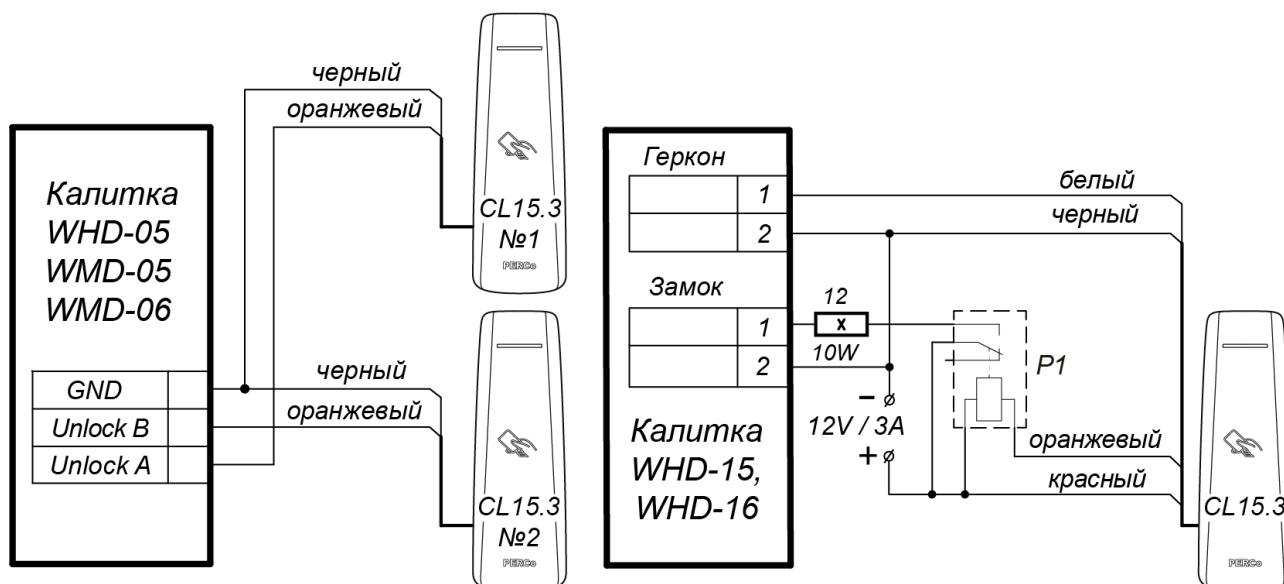

Рисунок 8. Схемы подключений калиток
- Если максимальный ток потребления замка будет составлять более 1 А (или 0,65-1 А в течение более 30 секунд), то необходимо использование промежуточного реле (см. рис. 6, рис. 8, промежуточное реле на схемах обозначено, как **P1**).
- Для калиток **PERCo** параметр ИУ Режим работы выхода управления рекомендуется устанавливать в значение Импульсный и включить параметр ИУ Регистрация прохода по предъявлению идентификатора (рис. 8).
- Калитки **WHD-15** и **WHD-16** должны работать только в Импульсном режиме (0,5 - 1 сек) и подключаться только через промежуточное реле (см. рис. 8).